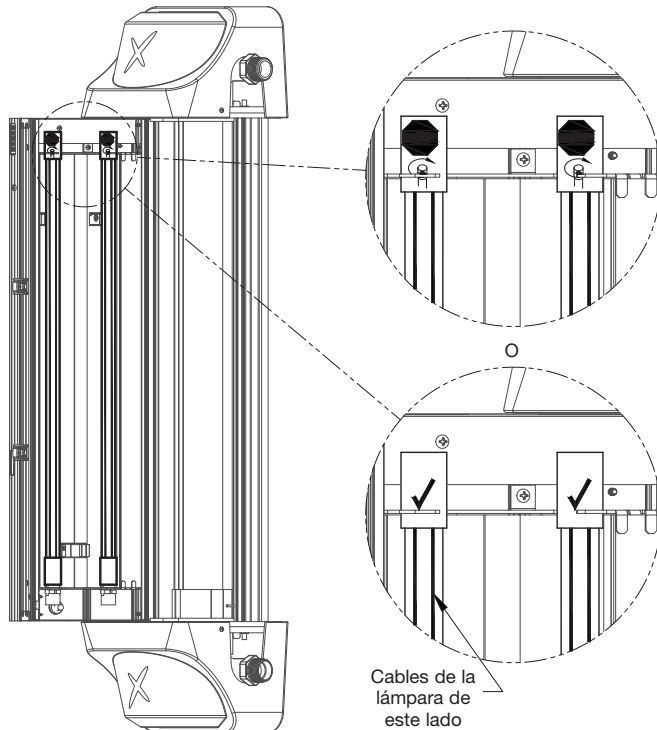

Figura 7-5
5. Instale las lámparas nuevas en la unidad una a la vez, teniendo cuidado de no tocar la bombilla. Pase la parte superior de la lámpara por el soporte superior y luego gire la base de la lámpara sobre el portalámpara. En el caso de una lámpara de LPHO, gírela hasta que el símbolo de "Stop Sign" (Alto) impreso en la parte superior de la cerámica esté hacia la izquierda. Consulte la Figura 7.5. En el caso de una lámpara de amalgama, gírela hasta que los cables que bajan por la lámpara queden orientados hacia la parte posterior de la unidad (se ha añadido una marca de verificación en la cerámica superior del mismo lado que los cables). La orientación adecuada de la lámpara de LPHO y de amalgama tiene los cables de la lámpara del lado opuesto de los sensores UV.